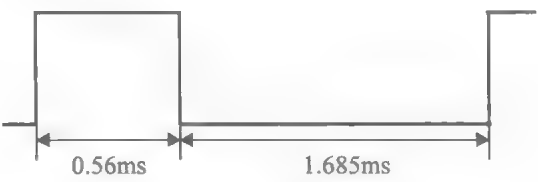

图 13.9 “1”
- “1”为 0.56 ms 的高电平+ 1.685 ms 的低电平组成，如图 13.9 所示。